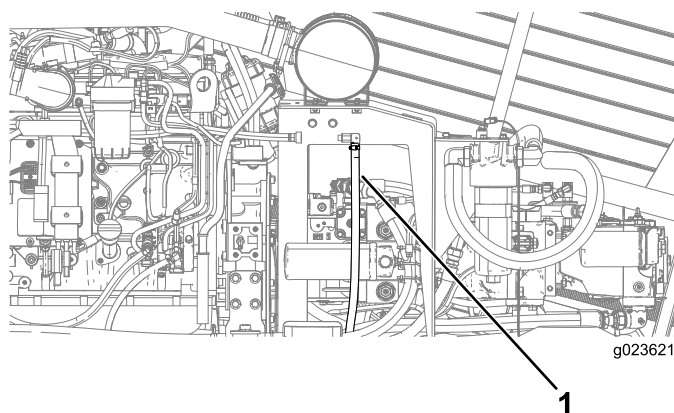

Рисунок 115
3. Осторожно вытяните вентиляционную трубку картера двигателя наружу (Рисунок 115).
4. Очистите конец вентиляционной трубки картера двигателя (Рисунок 115).